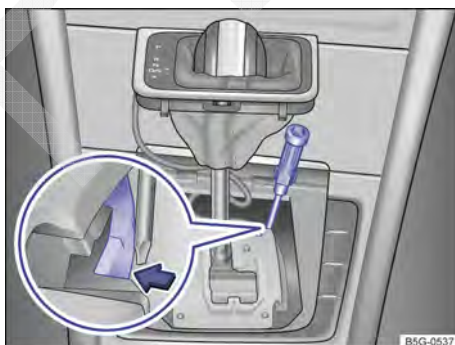

Fig. 154 Remover a cobertura do quadro da alavanca seletora.
- Puxar cuidadosamente para cima a cobertura na região da guarnição da alavanca seletora com os cabos elétricos conectados → Fig. 154.